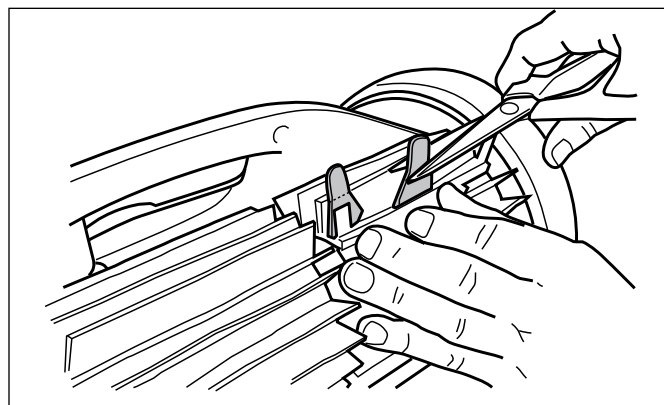

Figure 34. Couper les onglets
5. Utiliser des ciseaux pour couper les onglets à 19 mm (¾ po) du talon afin qu'ils ne dépassent pas les pointes (Figure 34).